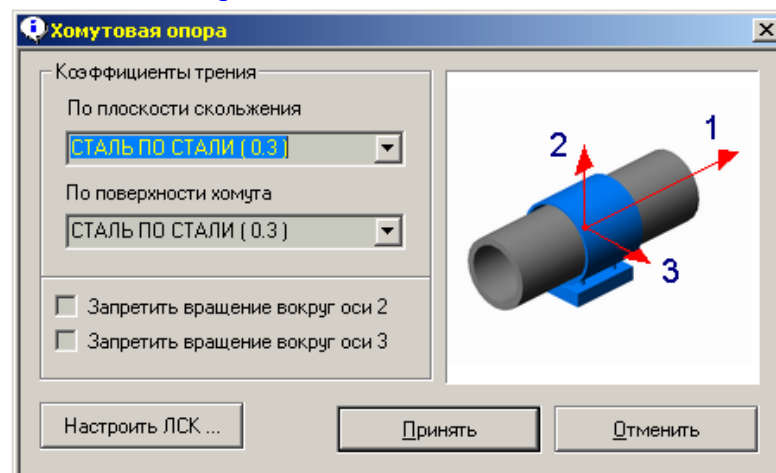

Рис. 5.4.2. Диалоговое окно задания параметров хомутовой опоры
3. В возникшем диалоговом окне (рис. 5.4.2.) необходимо задать коэффициент трения трубы по площадке, коэффициент трения трубы с хомутом и локальные оси опоры (см. раздел "Локальные оси опоры");